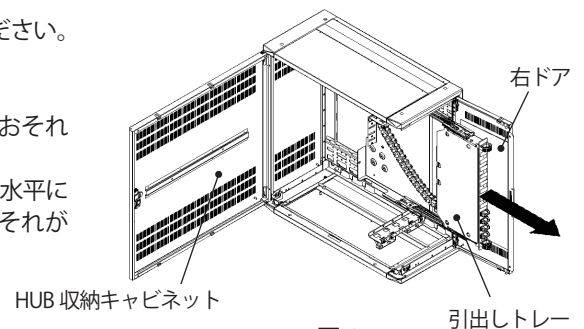

図 1
- 本製品を HUB 収納キャビネットの最下部に取付け際は、引き出しトレイを水平に引出してください。引出し方向により、右ドアと引出しトレイが干渉するおそれがあります。(図 1)